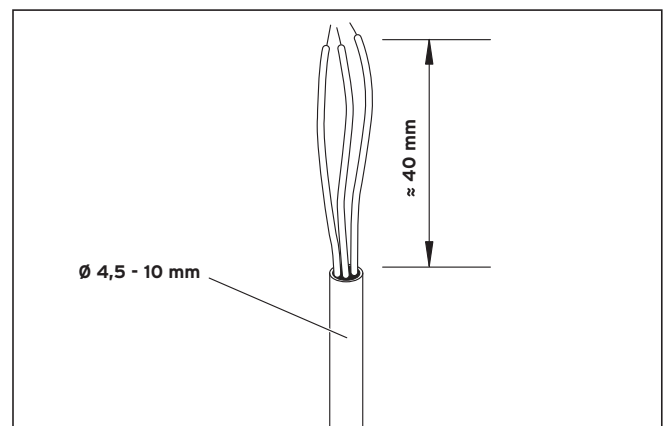

Abb. 4.16 Kabelisolation entfernen
- Entfernen Sie die Isolation des Kabels, wie in Abb. 4.16 dargestellt.